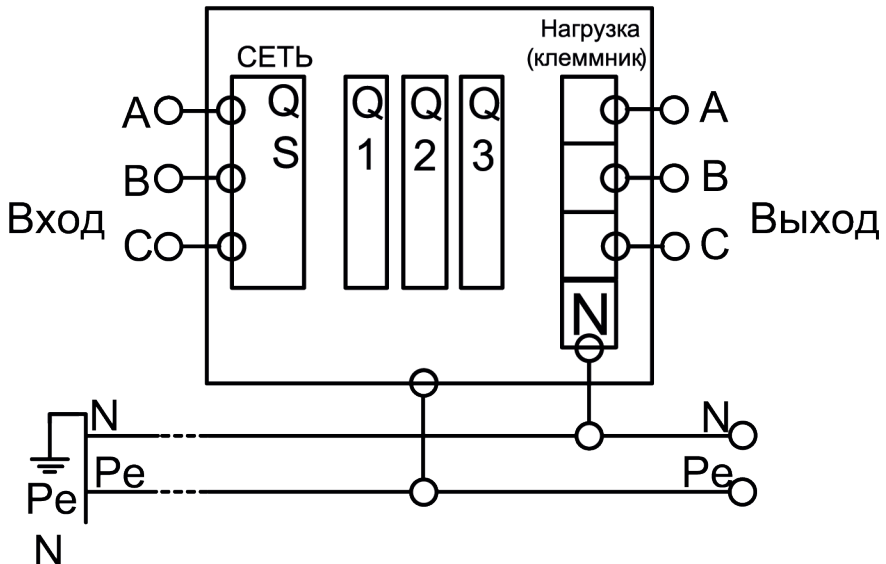

Рис.1 Схема подключения
- 4.5. Подключить устройство в соответствии со схемой на Рис. 1.